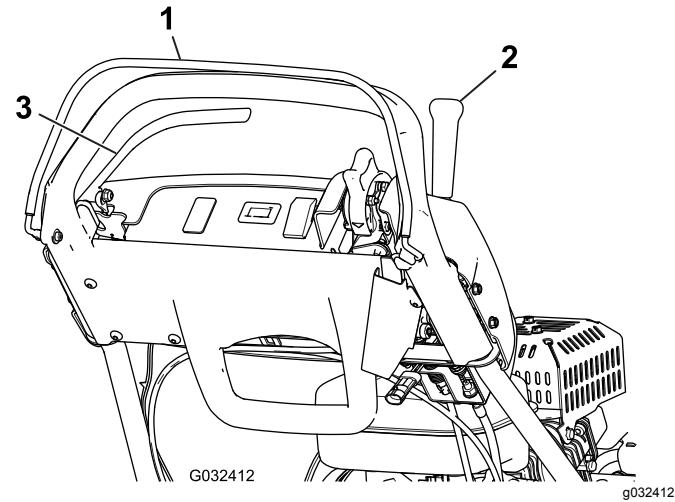

Bild 31
- Versuchen Sie den Fahrantriebshebel bei gelöster elektronischer Sicherheit zu aktivieren (Bild 31). Der Fahrantriebshebel sollte nicht aktiviert werden. Wenn der Fahrantriebshebel aktiviert werden kann, müssen die Sicherheitsschalter gewartet werden. Beheben Sie den Fehler vor der Verwendung, siehe Warten des Fahrantriebs-Sicherheitsschalters \(Seite 33\).
- Lösen Sie die elektronische Sicherheit, wenn die elektronische Sicherheit gedrückt und der Fahrantriebshebel aktiviert ist (Bild 31). Der Fahrantriebshebel sollte deaktiviert
5. Aktivieren Sie die elektronische Sicherheit und schieben Sie den Ganghebel nach links; kuppeln Sie dann den Fahrantrieb und den Spindelantrieb ein und lösen Sie die elektronische Sicherheit (Bild 31). Der Fahrantriebshebel sollte deaktiviert werden. Wenn der Fahrantriebshebel nicht deaktiviert wird, müssen die Sicherheitsschalter gewartet werden. Beheben Sie den Fehler vor der Verwendung, siehe Warten des Fahrantriebs-Sicherheitsschalters \(Seite 33\) oder Einstellen des Spindelantriebs \(Seite 36\).
6. Aktivieren Sie die elektronische Sicherheit und schieben den Ganghebel nach links, um den Fahr- und Spindelantrieb einzukuppeln; schieben Sie den Ganghebel nach rechts, um den Spindelantrieb auszukuppeln (Bild 31). Der Spindelantrieb sollte ausgekuppelt werden. Wenn der Spindelantrieb sich nicht auskuppeln lässt, müssen die Sicherheitsschalter gewartet werden. Beheben Sie den Fehler vor der Verwendung, siehe Einstellen des Spindelantriebs \(Seite 36\).
2. Aktivieren Sie die elektronische Sicherheit, kuppeln den Fahrantriebshebel ein und stellen die Motorbedienelemente in die Start-Stellung (Bild 31). Versuchen Sie jetzt, den Motor zu starten. Der Motor sollte nicht starten. Wenn der Motor startet, muss der Sicherheitsschalter gewartet werden. Beheben Sie den Fehler, bevor Sie den Betrieb aufnehmen. Siehe Warten des Fahrantriebs-Sicherheitsschalters \(Seite 33\).
2. Kuppeln Sie den Fahrantriebshebel aus, aktivieren Sie die Betriebsbremse und stellen die Motorbedienelemente in die Start-Stellung (Bild 31). Versuchen Sie nun, den Motor zu starten. Der Motor sollte jetzt anspringen. Wenn der Motor nicht anspringt, muss der Sicherheitsschalter gewartet werden. Beheben Sie den Fehler vor der Verwendung der Maschine, siehe (Seite 33)
3. Lassen Sie den Motor an, aktivieren die Betriebsbremse (nicht die Feststellbremse), aktivieren die elektronische Sicherheit und kuppeln den Fahrantriebshebel ein (Bild 31). Der Motor sollte gegen die Bremse kämpfen aber nicht ausgehen. Wenn der Motor ausgeht, muss der Sicherheitsschalter gewartet werden. Beheben Sie den Fehler vor der Verwendung der Maschine, siehe (Seite 33)
4. Lassen Sie den Motor an, aktivieren den Feststellbremsriegel, aktivieren die elektronische Sicherheit und kuppeln den Fahrantriebshebel ein (Bild 31). Der Motor sollte abstellen. Wenn der Motor nicht abstellt, muss der Sicherheitsschalter gewartet werden. Beheben Sie den Fehler vor der Verwendung, siehe (Seite 33).